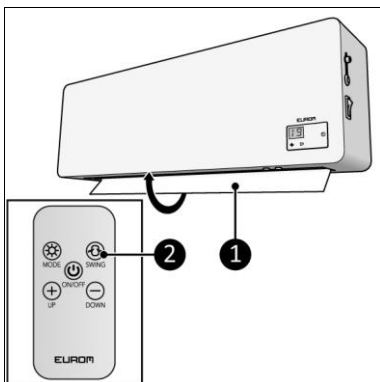

Figure 14
1. Appuyez sur la touche OSCILLATION (figure 14, pos. 2).
2. Le déflecteur (figure 14, pos. 1) se met en mouvement.